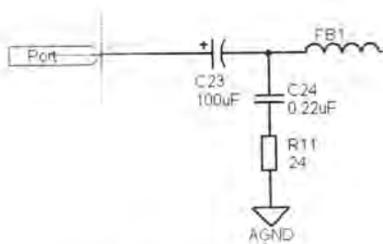

图 3-88 完成放置
- [2] 移动光标到适当位置处，当出现红色“米”字标志时，表示光标已捕捉到电气连接点。单击鼠标左键确定端口的一端位置，然后拖动光标使端口的大小合适，再次单击鼠标左键确定端口的另一端位置，即完成了输入/输出端口的一次放置，如图 3-88 所示。